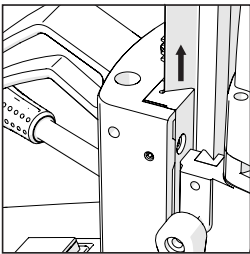

Fig. 14
**Nota:** S28MAG tiene dos cuñas de precarga (Fig. 14) una de las cuales es ajustable.